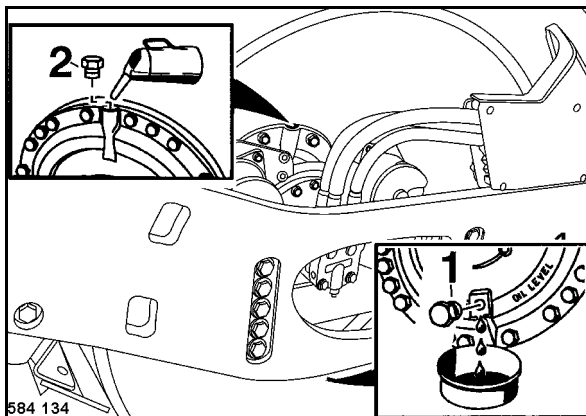

Fig. 159
- Estacionar el rodillo de forma que el tapón de control de aceite (1) (Fig. 159) se encuentra en el punto más abajo en la izquierda del rodillo.
- Desenroscar el tapón de control (1).